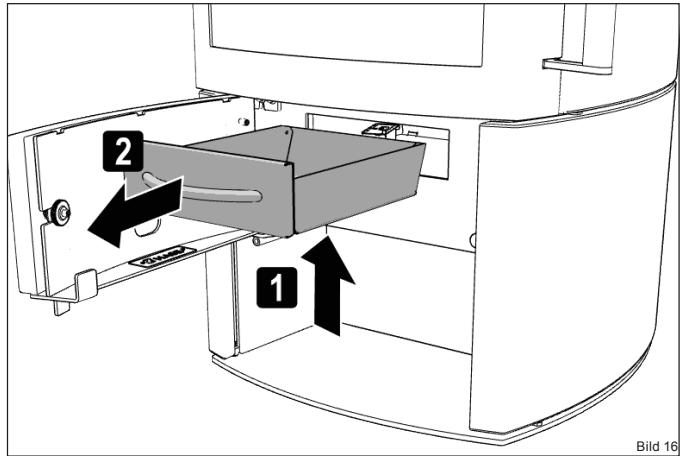

Bild 16
- Ziehen Sie den Aschebehälter am Griff aus der Öffnung heraus (Bild 16).
- Ziehen Sie den Aschebehälter an der Abdeckung aus der Öffnung heraus (Bild 16).